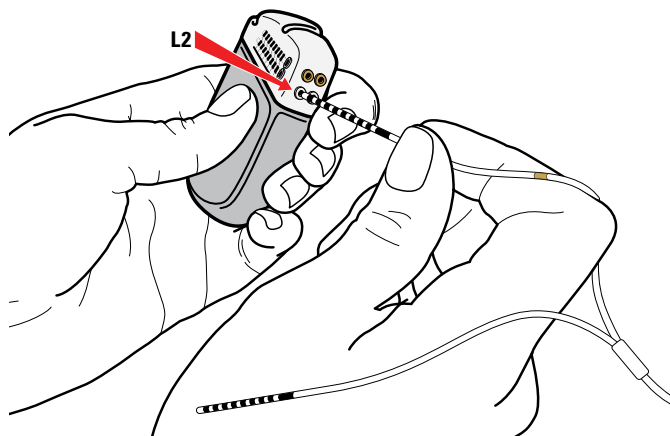

Figure 47. Connexion au port L2 du GII
1. Connecter l'extrémité de la sonde-extension de l'hémisphère gauche avec la bande de marquage dorée au port L2 (Figure 47).